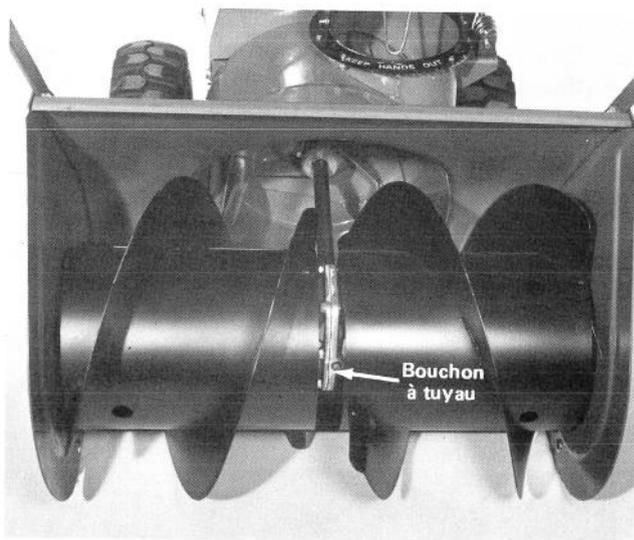

Figure 14
2. Enlevez le bouchon à tuyau fermant le carter d'engrenage (Fig. 14) et vérifiez le niveau de l'huile qui doit être à ras du trou de remplissage.
4. Refermez le carter d'engrenage à l'aide du bouchon à tuyau (Fig. 14).